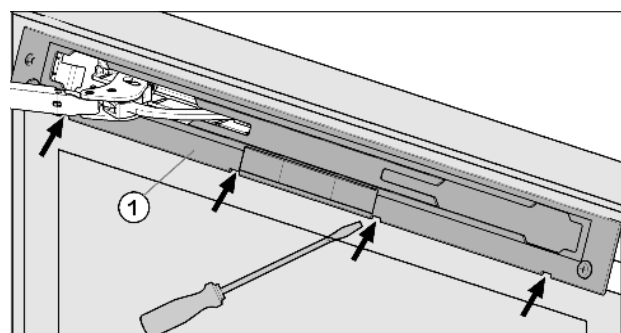

Рис. 4
- Снимите заглушку как показано на Рис. 4 (1) с помощью отвертки со шлицевой головкой.